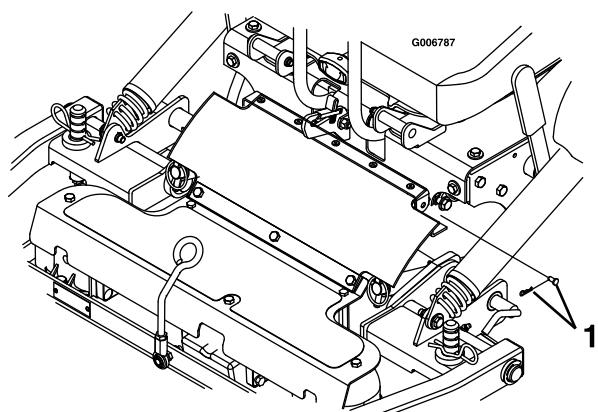

Figura 70
7. Retire el pasador de horquilla y la chaveta de ambos lados del protector de la TDF (Figura 70).
6. Alinee la parte superior del protector de goma de la TDF con las pestañas de la parte delantera de la consola, y sujeté el conjunto con un pasador de horquilla y una chaveta en cada lado (Figura 70).